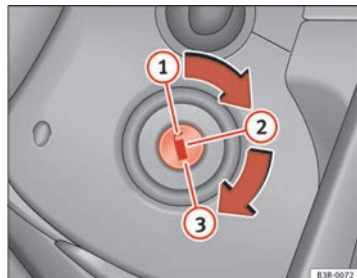

Fig. 148 Posizioni della chiave
- Girare la chiave d'avviamento in posizione ① (⇒ pag. 182, fig. 148).